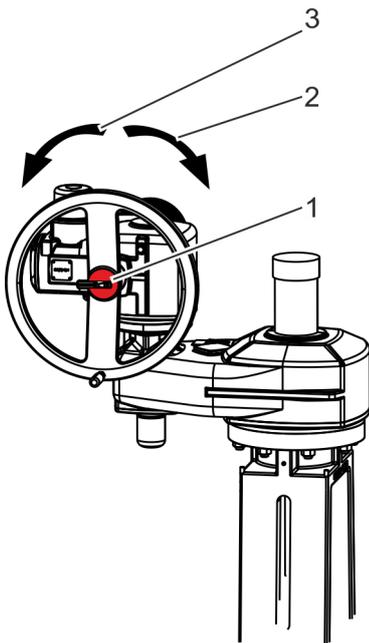

Fig. 20: Accionamiento eléctrico:
2. ➤ Enganche el volante (Fig. 20/1).
- Giro en sentido horario (Fig. 20/2): cierre la válvula.
- Giro en sentido antihorario (Fig. 20/3): abra la válvula.